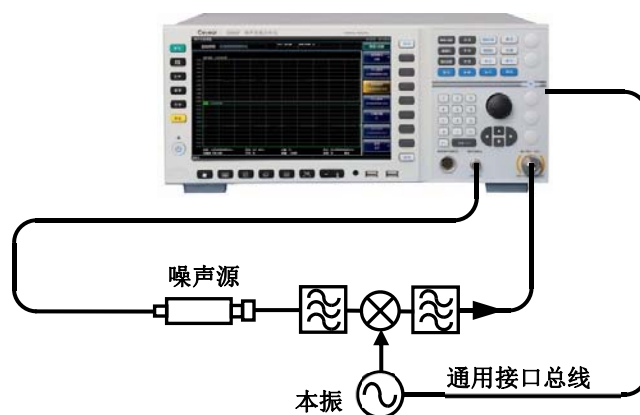

图 4.5 系统下变频模式校准连接图示
- 步骤2.** 噪声系数分析仪通过(GPIB或LAN)接口控制外部本振。用GPIB电缆或网线将噪声系数分析仪和本振源对应的接口连接起来。在可变本振固定中频模式设置中,用噪声系数分析仪的通用总线接口(GPIB或LAN)控制本振源的输出频率和功率,可实现噪声系数的自动扫频测量,系统变频模式的校准连接如图4.5所示。